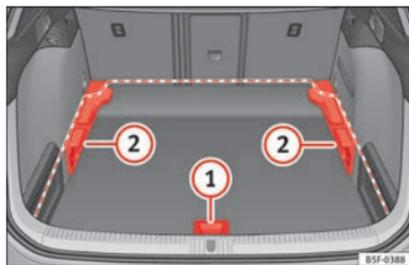
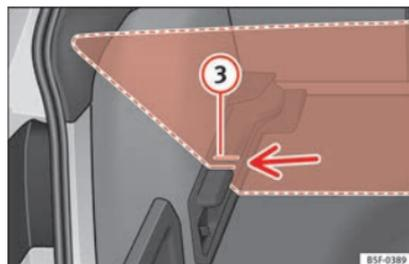

Fig. 180 Piano variabile del bagagliaio: posizioni.
Fig. 181 Piano variabile del bagagliaio: fessure inclinate.
- Sollevare il piano mediante la maniglia » fig. 180 ① e tirarlo all'indietro fino a quando la parte anteriore del piano sarà completamente fuoriuscita rispetto ai supporti ②.
- Far scorrere il piano in avanti attraverso i supporti fino a farlo entrare in contatto con lo schienale dei sedili posteriori, e, successivamente, abbassare il piano con la maniglia ①.
• Far combaciare tale parte anteriore con le fessure inferiori dei supporti e lasciar scorrere il piano in avanti fino a farlo entrare in contatto con lo schienale dei sedili posteriori, abbassando allo stesso tempo il piano con la maniglia ①.
» fig. 180 ① e spingerlo all'indietro fino a quando la parte posteriore del piano sarà fuoriuscita dalle fessure inclinate » fig. 181 ③.
- Far scorrere il piano attraverso tali fessure aiutandosi con la maniglia ① fino a quando non entrerà in contatto con lo schienale dei sedili posteriori e il piano sarà appoggiato sulle fessure.